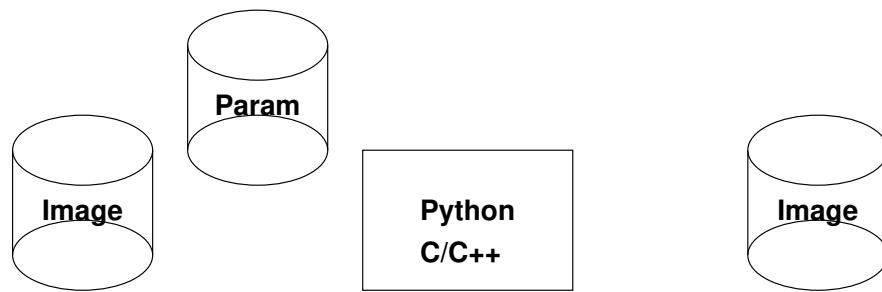

FIGURE 2.1 – Etape 1 : référence algorithmique
- **Référence algorithmique, figure 2.1**